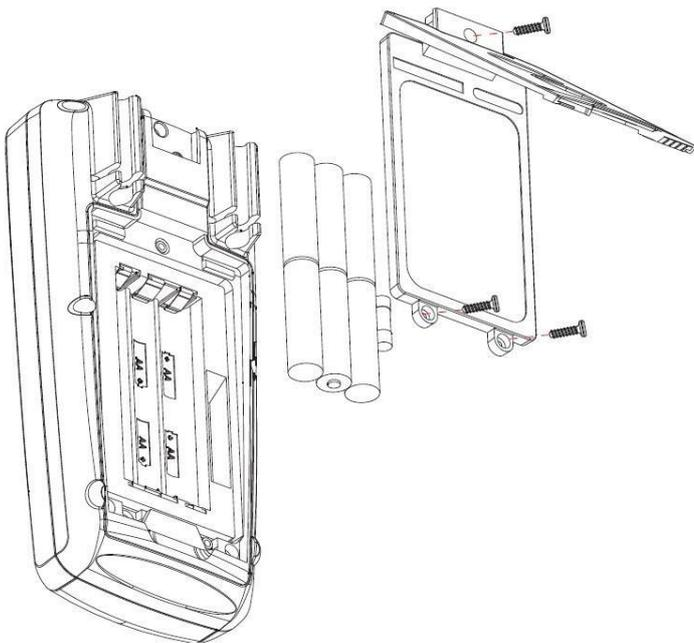

Рисунок 8
2. Установка или замена батареи / предохранителя (см. Рис. 8)
6 батарей 1,5 В (AA), как показано на рис. 8, обеспечивают питание прибора. Пожалуйста установите или замените батареи следующим образом:
- 4) В случае выхода из строя предохранителя, извлеките поврежденный предохранитель, который находится в отдельном отсеке справа от батарей питания, см Рисунок 8, и замените его предохранителем той же модели (500 мА / 600 В).